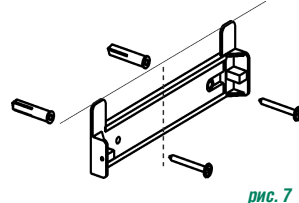

рис. 7
- сделайте отметку по верхнему краю фальштрубы и проведите горизонтальную линию рис. 7 (фальштрубу опустите внутрь вытяжки или снимите ее);
- приложите кронштейн к стене, как показано на рис. 7;